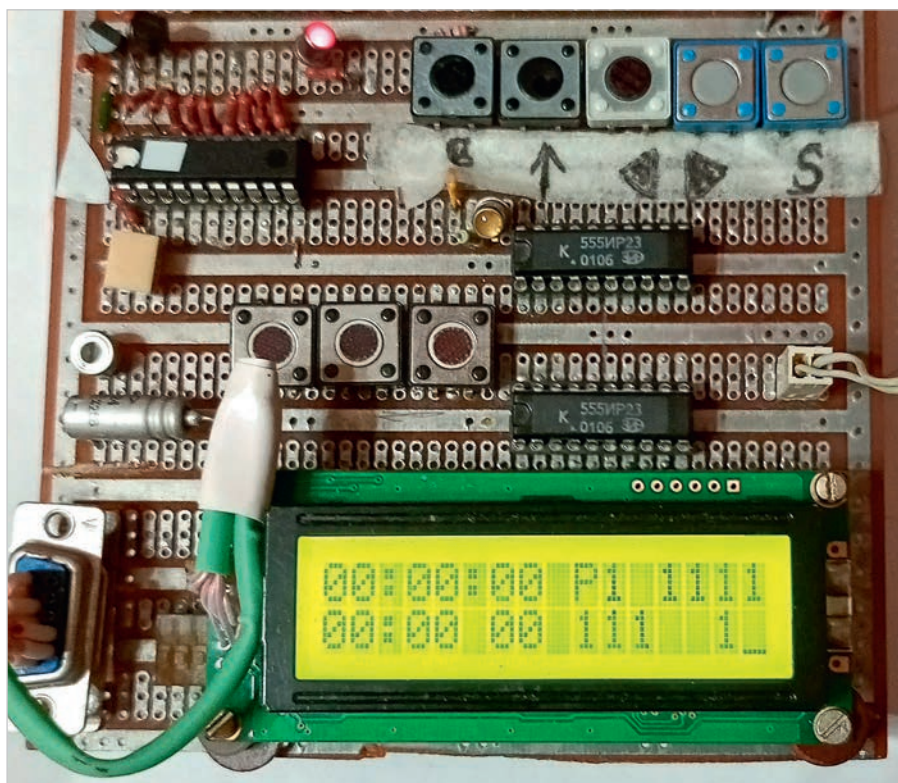

Рис. 5. Фотография макета базового блока
Для перехода из режимов № 1...№ 4 в режим № 1 необходимо нажать кнопку S5 (B). На рис. 5 приведена фотография макета базового блока.